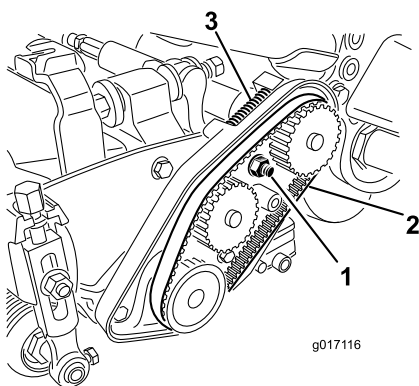

Figure 45
- A. Desserrez l'écrou de fixation du logement de roulement (Figure 45).
- C. Enlevez les débris présents dans le compartiment de la courroie et autour du ressort de compression (Figure 45).